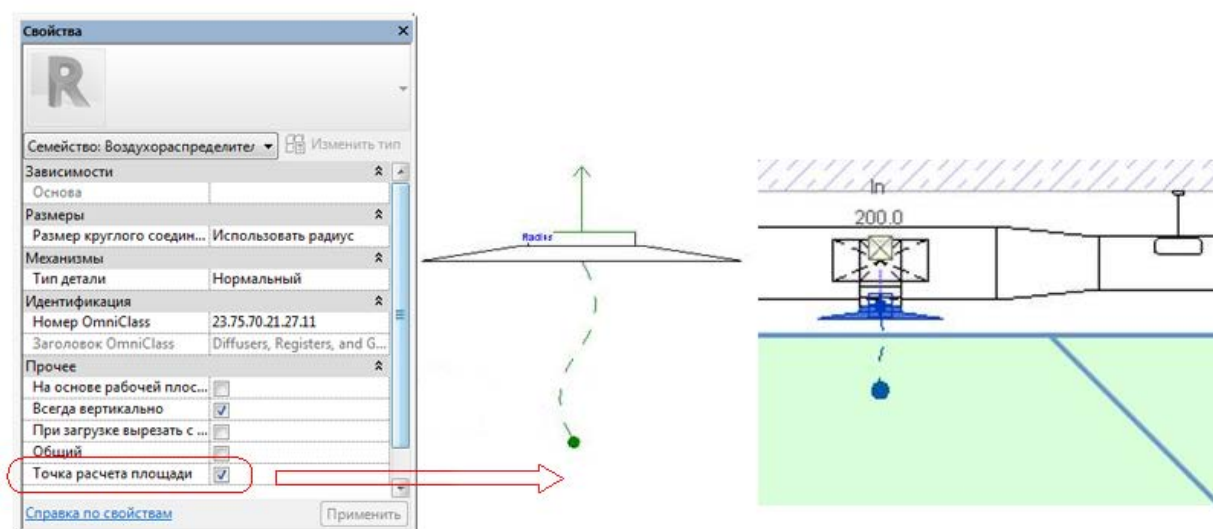

Рисунок 4.11. Определение положения точки расчета площади
- измените местоположение точки расчета площади, чтобы она находилась внутри пространства (рисунок 4.11).